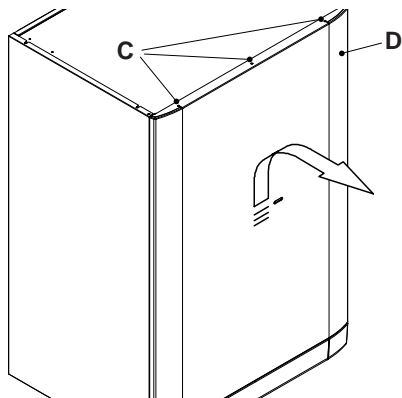

Figura 9.1
- Togliere le viti (C) e rimuovere il pannello frontale (D) spostandolo verso l'alto in modo da liberarlo dai ganci inferiori in Figura 9.1.